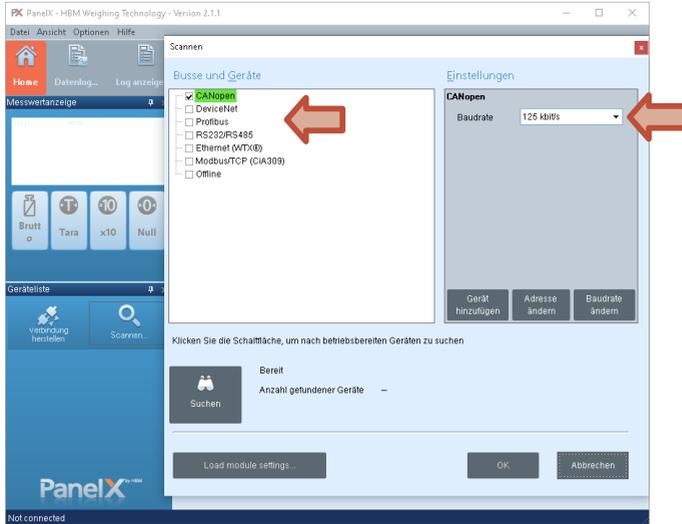

Abb. 6.2 Auswahl des Bussystems und der Baudrate
- ▶ Wählen Sie die Schnittstelle aus, über die Sie die Verbindung herstellen möchten: **CANopen**, **DeviceNet** oder **RS232/485** für den Diagnose-Bus (Abb. 6.2). Falls Sie den Diagnose-Bus über einen USB-zu-RS232-Adapter anschließen, wählen Sie den betreffenden virtuellen Anschluss bei **RS232/485** aus.